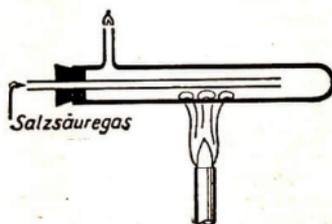

Abb. 4. Einwirkung von Salzsäuregas auf Natrium
5. In einem Prüfglas mit Seitenrohr leiten wir aus Kochsalz und konz. Schwefelsäure bereitetes trockenes Salzsäuregas über Natrium (Abb. 4). Wird das Natrium stark erhitzt, dann fängt es an aufzuglühen, und an dem Seitenrohr läßt sich ein Wasserstoff-Flämmchen entzünden. (Nur Lehrerversuch!)